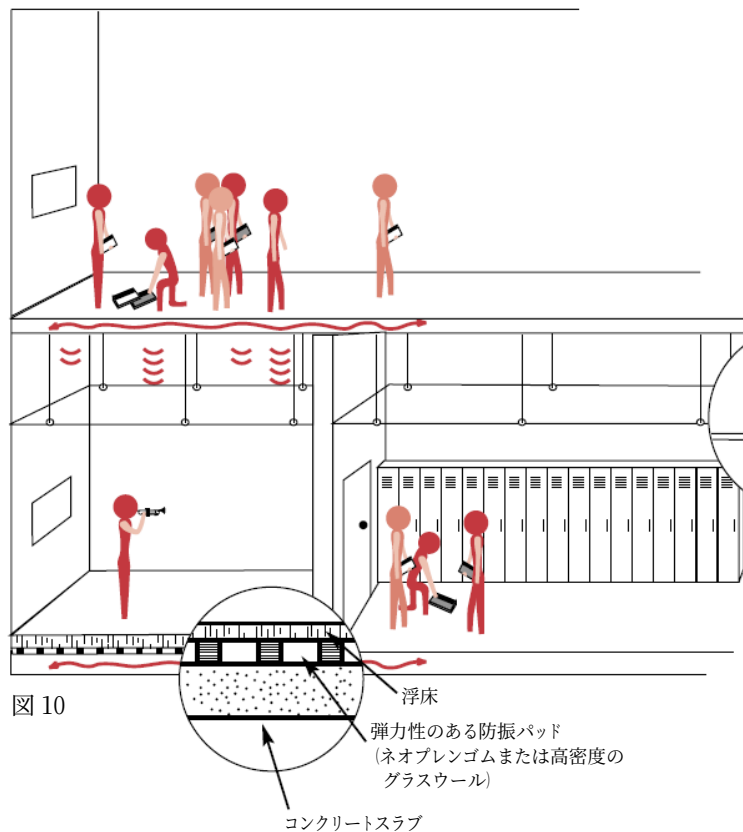

図 10
- もし天井に十分な質量が無いように思われるなら、そして飛行機や雨などの音が聞こえるなら、音響吊り具 (図10参照) で支持される吊り遮音天井を追加して上方の遮音性能を増やしてください。状況を見て対策を決めるのに音響技術者の力を借りてください。
- もし音が床から部屋に入ってくるような音漏れがあるのなら、浮床 (図10参照) の設置を考える必要があるでしょう。これはコストが高く複雑な対策なので、音響技術者か建築家の助力を必要とすることを再度言わせてください。